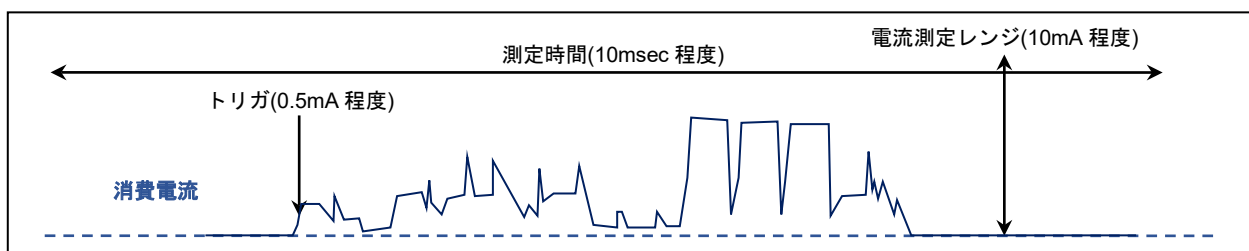

図 4-6 周期的な Advertising パケット送信時の消費電流
2. 図 4-6 を参考にオシロスコープの測定項目を設定します。